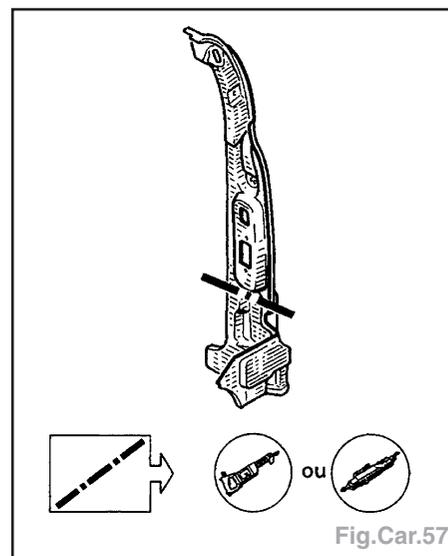

Fig.Car.57
- 2 - Remplacement partiel, complémentaire à la jupe arrière et traverse extrême arrière (voir coupe du dessin ci-dessous) (Fig.Car. 57).